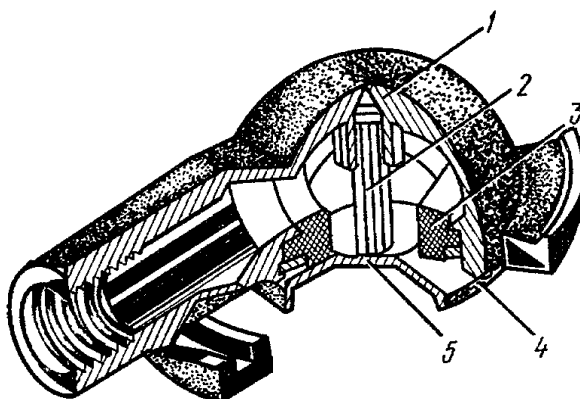

Рис. 11. Головка соединительная типа «Б»:
4.6.3. Головка соединительная типа «Б» (рис.11) предназначена для соединения воздухопроводов прицепа и трактора. Перед соединением головок прицепа и трактора откройте крышку головки трактора, нажмите на клапан и, повернув рукоятку разобщительного крана на тракторе, продувайте головку. Затем закройте разобщительный кран, откройте крышку головки прицепа и соедините головки прицепа и трактора, вновь откройте разобщительный кран для подвода воздуха к прицепу.